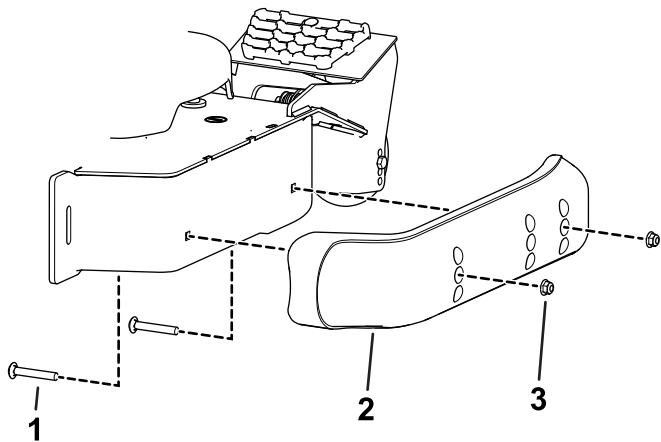

Figura 14
3. Deplasați sabotul în poziia dorită i fixați-l pe unitatea de tăiere cu uruburile cu guler i piulițele (Figura 14).